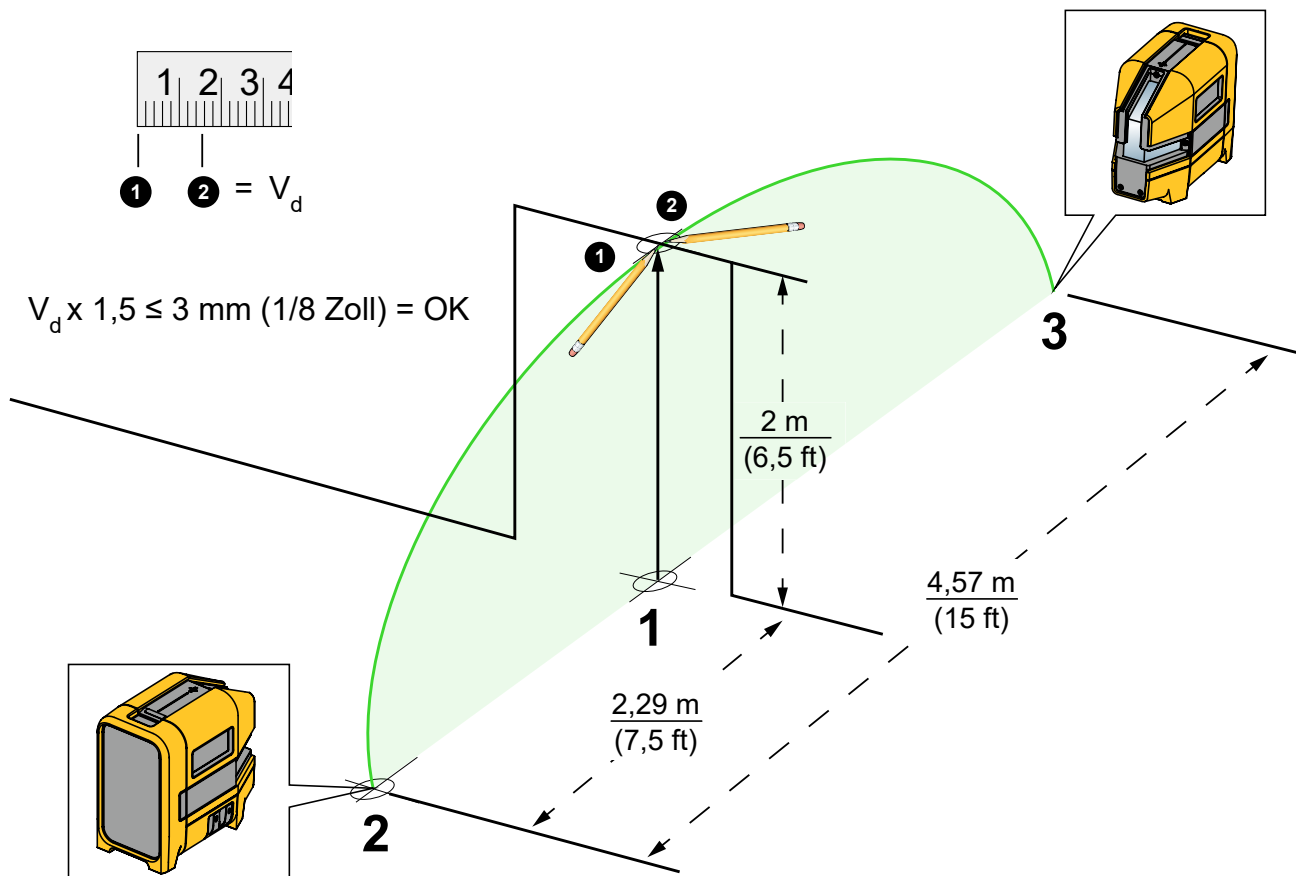

Abbildung 8. Genauigkeit des vertikalen Lasers
3. Mittig unter dem Türsturz auf dem Boden eine Kreuzmarkierung (Markierung 1) anbringen. Siehe Abbildung 8.
7. Am Türsturz über Markierung 1 eine Kreuzmarkierung ① anbringen.
9. Am Türsturz über Markierung 1 eine weitere Kreuzmarkierung ② anbringen.